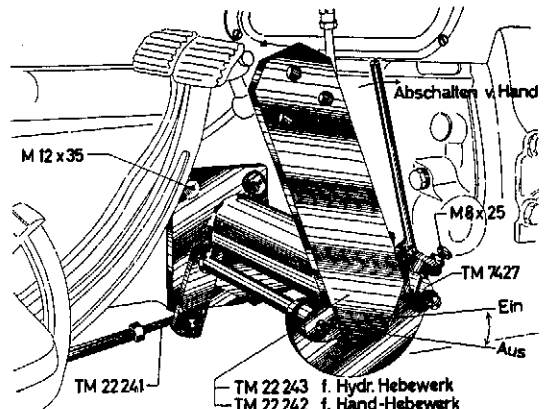

Abb. 5
4. Der **Tragbock** TM 22242 (für das Handhebewerk TM 20792) bzw. TM 22243 (für das Hydraulik-Hebewerk TM 20791) wird mit den Sechskantschrauben M 12×35 und den dazugehörigen Federringen an der rechten Schlepperseite befestigt (Abb. 5).
5. Die **Schaltstange** TM 22241 wird gemäß Abb. 5 u. 6 am Hebel der Schaltwelle TM 7431 und am Schalthebel des Schleppergetriebes Abb. 6 eingehängt; am Hebel der Schaltwelle TM 7431 durch einen Splint und am Schalthebel des Schleppergetriebes durch die Feder TM 7418 gesichert.
Die Einstellung des Zeitpunktes der automatischen Abschaltung erfolgt durch das Einstellen der in der Schaltklinke TM 7427 eingesetzten Sechskantschraube M 8×25 (Abb. 5). Im Motorleerlauf wird beim langsamen Anheben des Mähbalkens der Zeitpunkt der automatischen Abschaltung überprüft. Der Antrieb soll automatisch kurz über der Schwadstellung des Mähbalkens stillgesetzt werden. Ein Anschlagnocken am Hubarm des Hand- als auch des Hydraulik-Hebwerkes drückt beim Weiterheben aus der Schwadstellung heraus gegen die Sechskantschraube der Schaltklinke, womit die Schaltklinke ausrastet und der Schalthebel durch die Spannung der Zugfeder TM 7418 in die „Aus“-Stellung gezogen wird. Dieser Vorgang ist mehrmals in allen Drehzahlbereichen zu wiederholen.
Die Einstellung des Zeitpunktes der automatischen Abschaltung erfolgt durch das Einstellen der in der Schaltklinke TM 7427 eingesetzten Sechskantschraube M8×25 (Abb. 5). Im Motorleerlauf wird beim langsamen Anheben des Mähbalkens der Zeitpunkt der automatischen Abschaltung überprüft. Der Antrieb soll automatisch kurz über der Schwadstellung des Mähbalkens stillgesetzt werden. Ein Anschlagnocken am Hubarm des Hand- als auch des Hydraulik-Hebwerkes drückt beim Weiterheben aus der Schwadstellung heraus gegen die Sechskantschraube der Schaltklinke, womit die Schaltklinke ausrastet und der Schalthebel durch die Spannung der Zugfeder TM 7418 in die „Aus“-Stellung gezogen wird. Dieser Vorgang ist mehrmals in allen Drehzahlbereichen zu wiederholen.